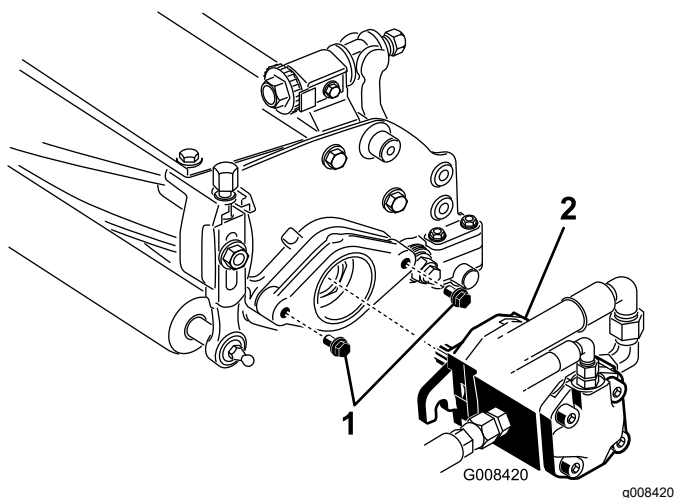

Figura 9
7. Assicuratevi che su ciascun bullone di montaggio del motore principale del cilindro sporgano circa 13 mm di filettatura (Figura 9).
8. Spalmate grasso pulito sull'albero scanalato del motore e montate il motore ruotandolo in senso orario in modo che le relative flange non tocchino i prigionieri. Ruotate il motore in senso antiorario, finché le flange non circondano i prigionieri (Figura 9).
9. Serrate i bulloni di fissaggio (Figura 9).